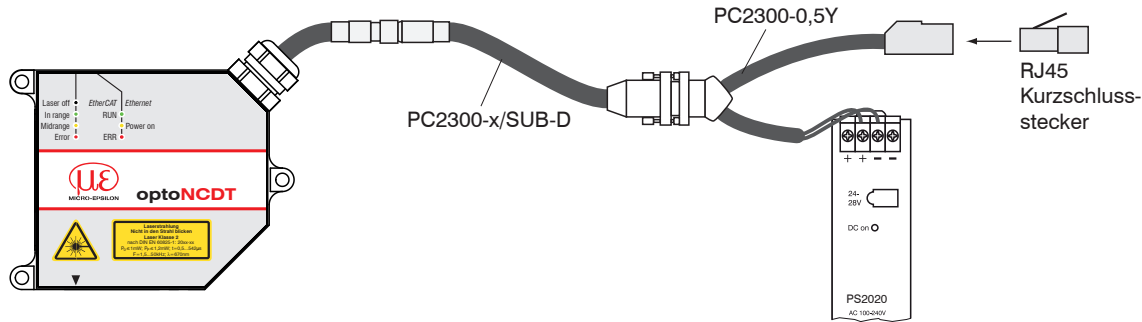

Abb. 62 Sensor rücksetzen mit RJ45 Kurzschlussstecker
- Schließen Sie den RJ45 Kurzschlussstecker an der RJ45-Kabelbuchse am PC2300-0,5Y an, siehe Abb. 62.